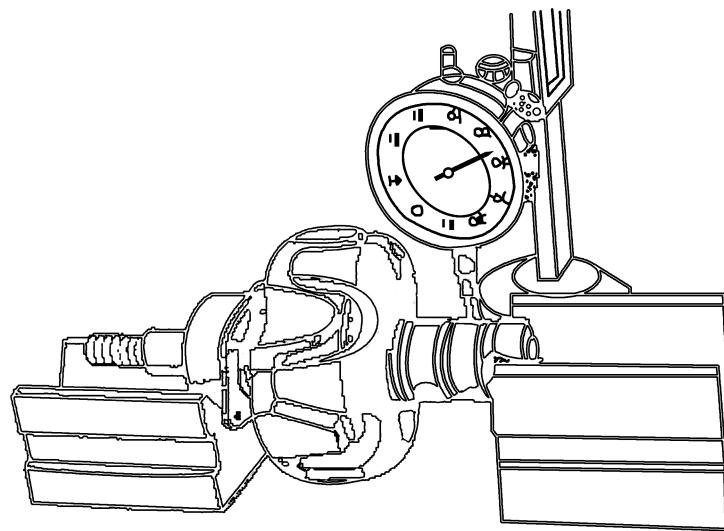

图 2-3 用百分表测量转子轴摆差
(3) 转子轴检修。用百分表测量转子轴摆差，应与规定相符，否则应予以校正，如图 2-3 所示。